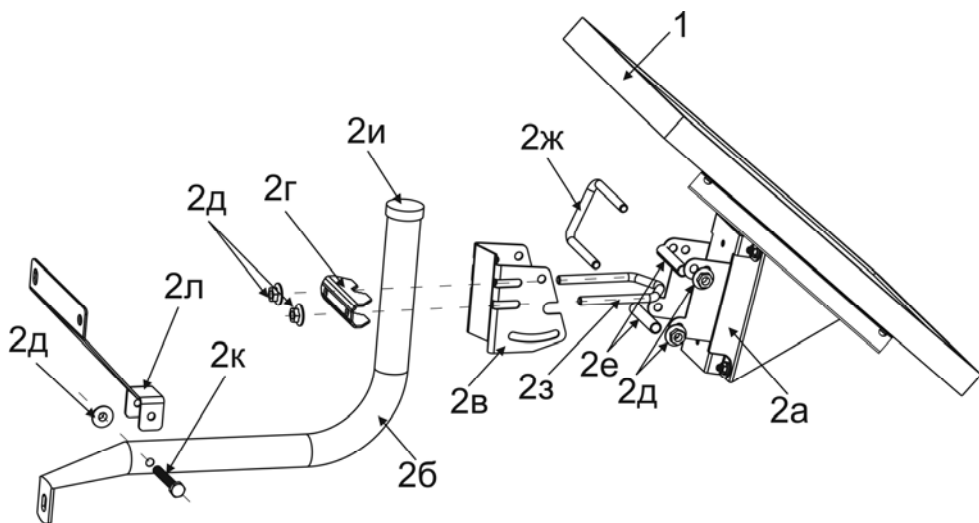
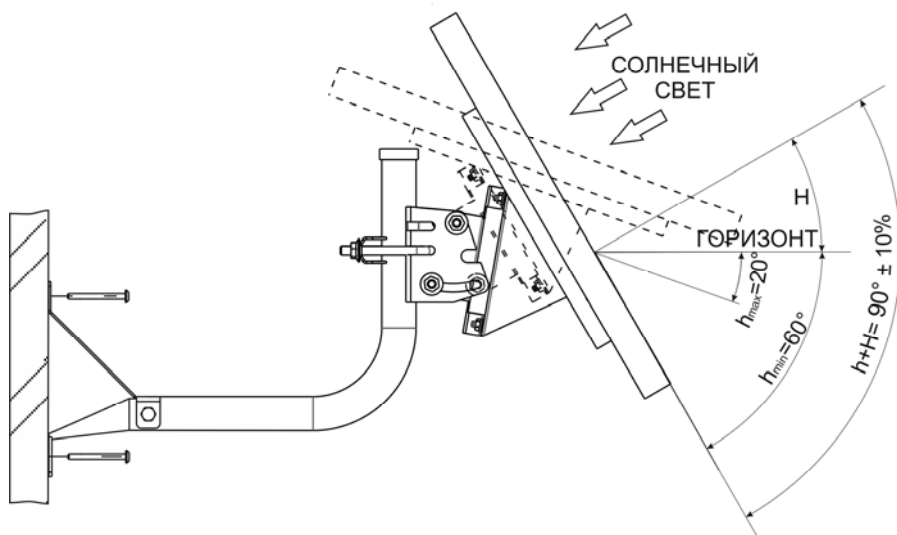

Рисунок 1 - общий вид изделия
Рисунок 2 – установка изделия
Несущая конструкция изделия представляет собой опорный кронштейн 3 смещенный с поворотным кронштейном 4 предназначенным для задания необходимого положения фотоэлектрического модуля 1 (далее по тексту: ФМ) в вертикальной и горизонтальной плоскости (см. рисунок 1).
- закрепить опорный кронштейн (поз. 2б, 2д, 2и, 2к, 2л см. рисунок 1) на стене или любой другой вертикальной плоскости, предварительно произведя разметку под крепление (к стене либо другой вертикальной конструкции) в соответствии с расположением крепежных отверстий (см. рисунок 2);
- зафиксировать ФМ на опорном кронштейне, собрав конструкцию (см. рисунок 1). Установить между щеками поворотного кронштейна 2в щеки опоры 2а и закрепить хомутом 2ж, вставив между щеками опоры распорные втулки 2е и установить снаружи гайки М8 с насечкой 2д.
Наиболее эффективная работа происходит при полном освещении ФМ и перпендикулярном падении солнечных лучей на модуль (см. рисунок 2).
Рекомендуем изменять угол наклона ФМ дважды в год, летом и зимой (см. рисунок 2). Небольшие отклонения до 5-10 градусов от оптимальных значений несущественно сказываются на эффективности генерации.